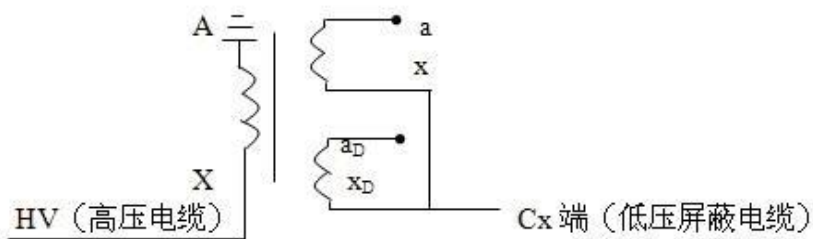

图 14 末端加压法接线
3) 末端加压法（正接线方式）见图 14 所示，此方法受 X 点耐压限制，只能施加 2.5~3kV 电压，同样，电容值误差较大。